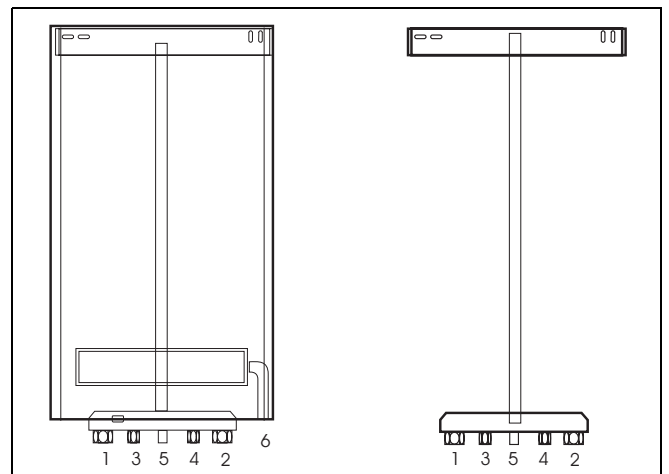

fig. 7 Voormontageframe en aansluitingen
- Monteer de onderzijde van het voormontageframe met behulp van de plastic afstandstrip (→ fig. 7).
- Sluit het toestel aan op de onderzijde van het voormontageframe (→ fig. 7).
De aansluitingen voor retour- en aanvoerleiding van de cv-installatie bevinden zich aan de onderzijde van het toestel (→ fig. 7). De aansluitmaten staan vermeld in hoofdstuk 5.